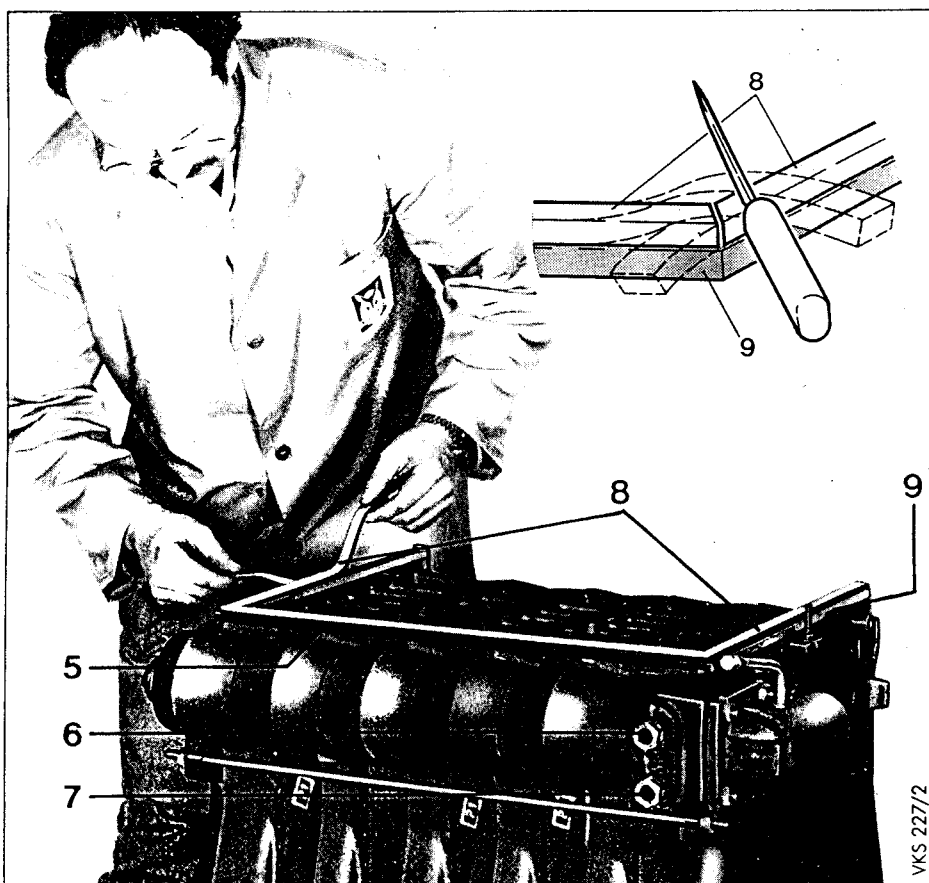

Рис. 7
- Колено подающей линии с прокладкой (рис. 7) прикрепить при помощи 4 гаек с шайбами к втулке подающей линии (вверху).
- Установить с уплотнением погружные гильзы (6 и 7) (рис. 7).